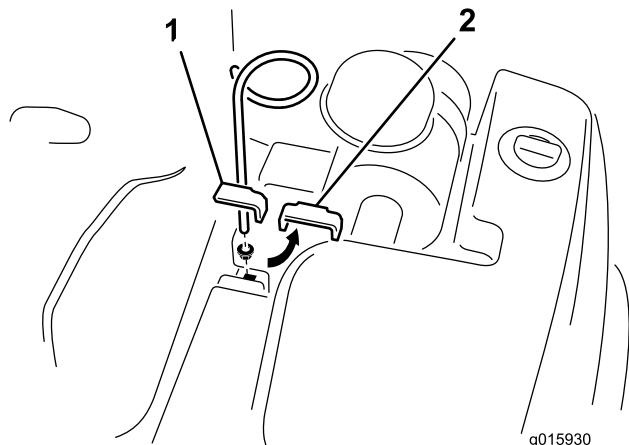

Figura 13
1. Rimovete il bullone, la rondella e il dado che fissano la graffa superiore del serbatoio idraulico al telaio (Figura 13). Rimuovete e scartate la graffa, il bullone, la rondella e il dado.
2. Montate la guida dei flessibili con il dado flangiato fornito. Posizionate la guida dei flessibili come illustrato in Figura 13.